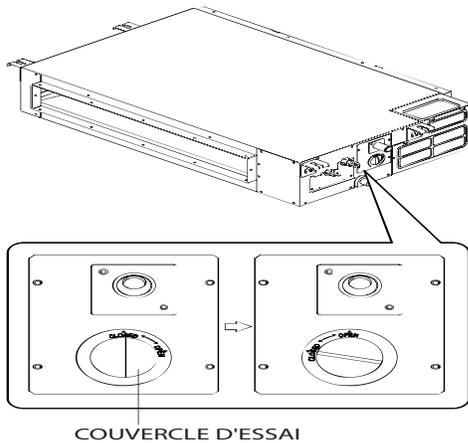

Figure 23 – Contrôle d'étanchéité des coudes et raccords
1. Retirez le couvercle d'essai en le tournant vers la gauche, tel que montré dans la figure 23.